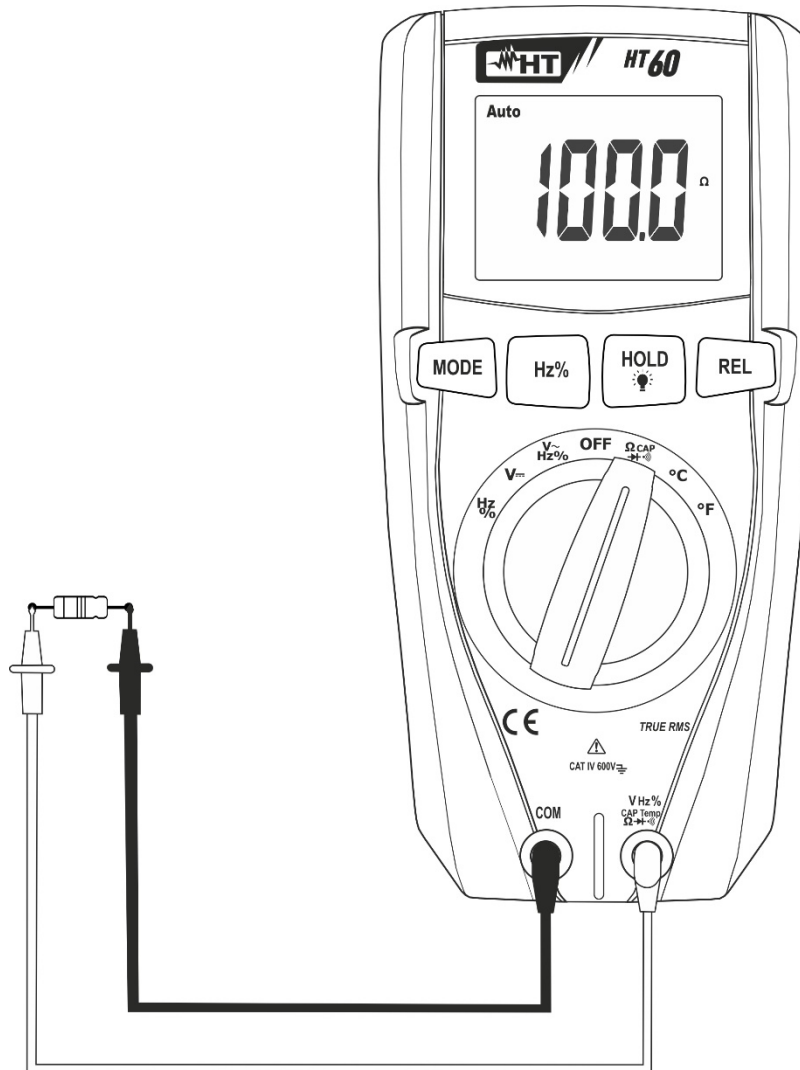

Abb. 4: Verwendung des Gerätes für Widerstandsmessung und Durchgangsprüfung
3. Verbinden Sie die Messleitungen in die gewünschten Messpunkten des zu messenden Kreises (siehe Fig. 4). Der Widerstandswert erscheint auf dem Display.